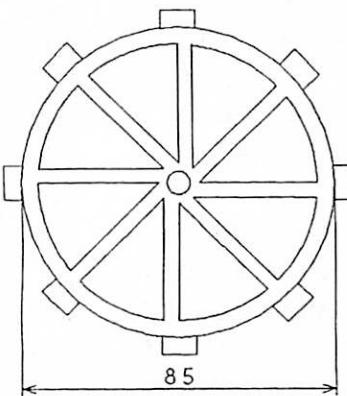

図2 回転羽根図面
- 羽根が8枚できるように放射に45度の線をつける（図2）。